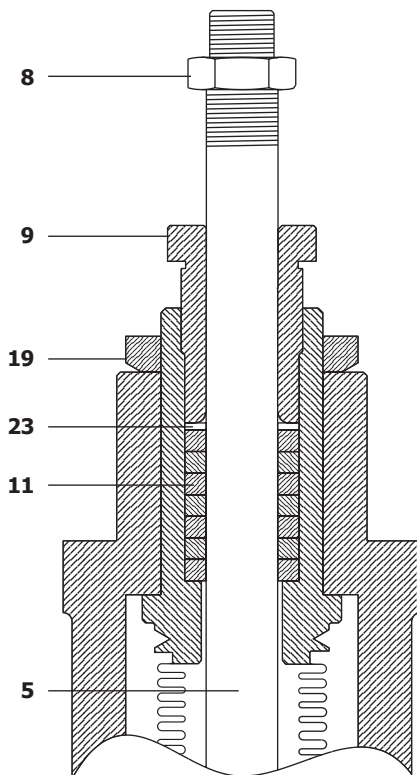

Рис. 9
4.3.1 Процедура замены сильфонного уплотнения (См. рис. 9)